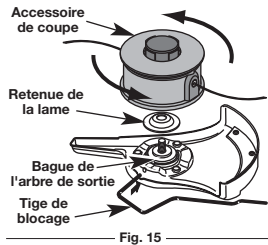

Fig. 15
- Alignez le trou de la bague de l'arbre avec la fente de la tige de blocage, puis insérez la tige dans le trou. (Fig. 8). Placez la retenue de lame sur l'arbre de sortie, la partie plate reposant contre la bague de l'arbre tel qu'indiqué sur la Fig. 15. Vissez l'accessoire de coupe à gauche sur l'arbre. Vissez bien.